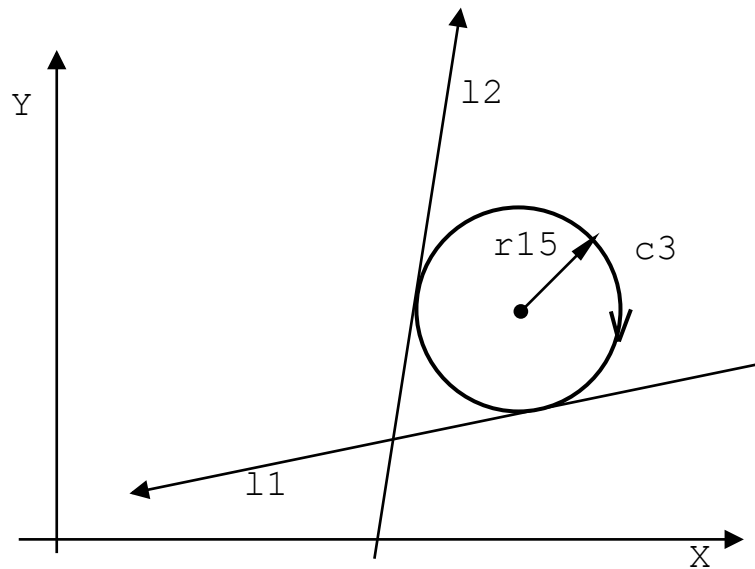

Рисунок 2.85
- окружность с данным радиусом и касательная к двум предопределённым прямым (рисунок 2.85):